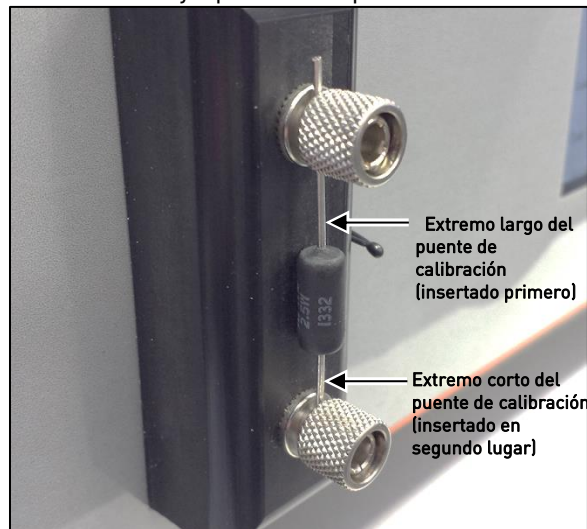

Figura 30 - Puente de calibración en los bornes CAT-100
2. Conecte el puente de calibración a los postes de unión (no es necesario lijar el puente de calibración). Para ello, inserte primero el **extremo largo** del puente de calibración en un poste de unión, apriete ese poste y, a continuación, inserte el **extremo corto** del puente de calibración en el otro poste de unión y apriete ese poste. Véase la Figura 30.